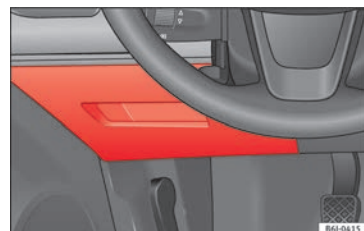

Fig. 39
- Ouverture : retirez le cache de la boîte à fusibles » » fig. 39.